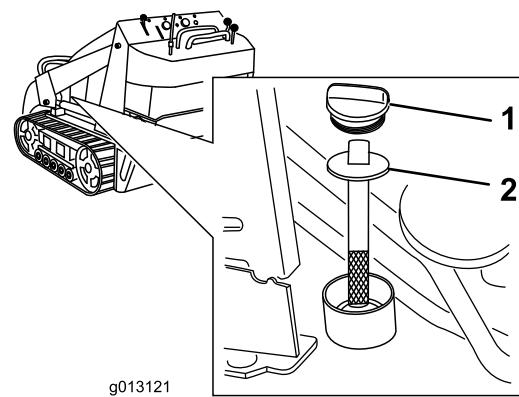

Figura 59
5. Togliete il tappo del serbatoio idraulico e l'asta di livello (Figura 59).